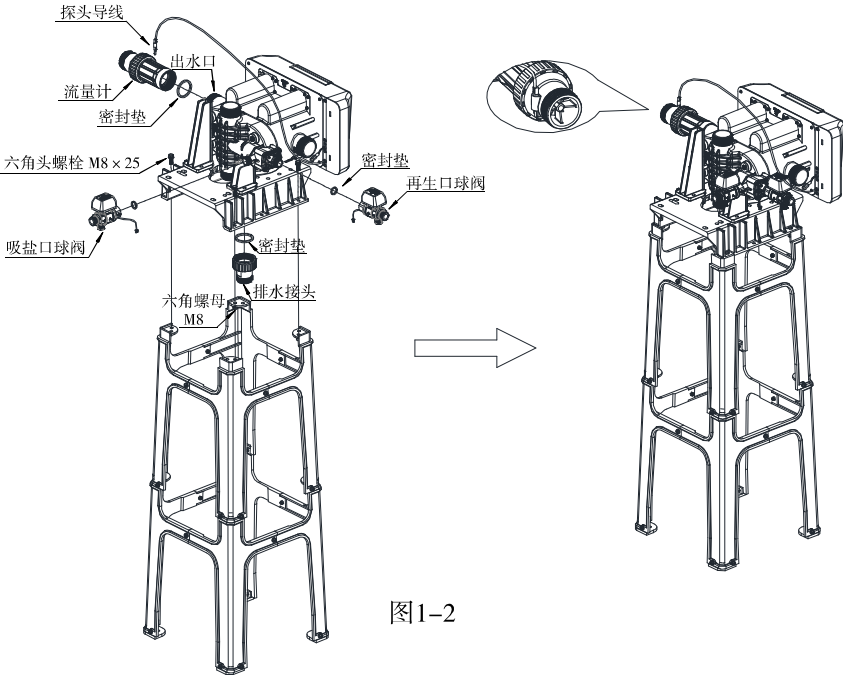
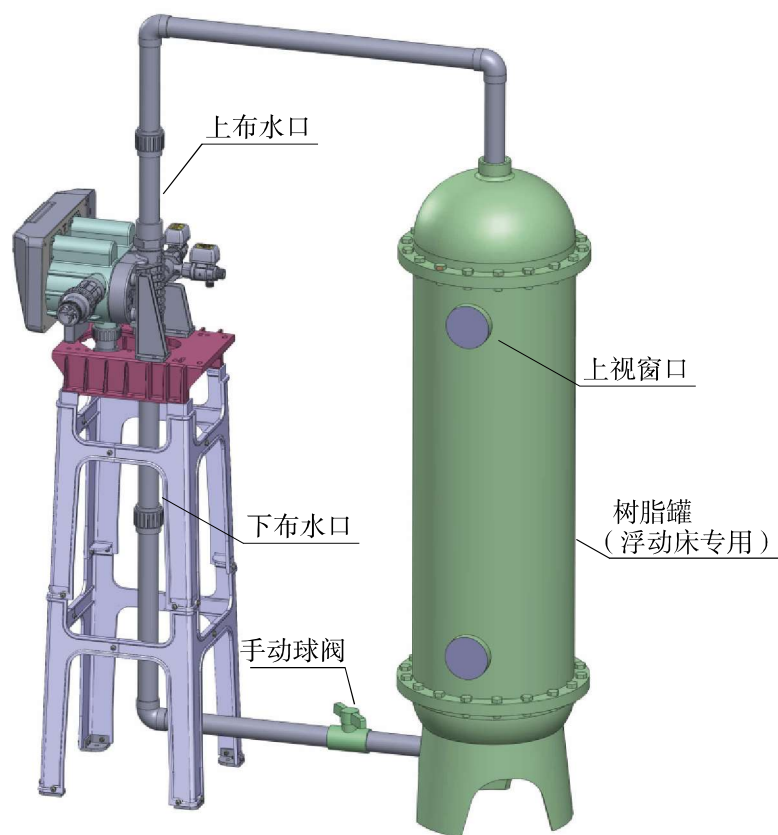

图1-2
图1-3
- 如图1-2所示，用4只M8×25六角头螺栓将阀安装在椅架上；
- 如图1-2所示，把密封垫放入流量计的连接件内，旋入控制阀的出水口，将传感器插入流量计（当控制阀为时间型时，无此步骤）；
- 如图1-2所示，吸盐口球阀及再生口球阀安装时需放入密封垫。
- 如图1-2所示，将带密封垫的排水接头与阀体的排水口旋紧。
②安装树脂罐及连接上下布
- 上下布管路如图1-3所示连接，在下布水口与罐体连接处装一个手动球阀。